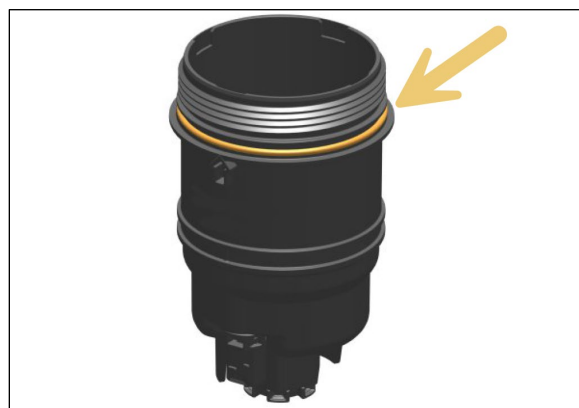

FIGURE 10
9. Installez le nouvel élément filtrant. Positionnez l'élément filtrant de manière que la clé (key) soit alignée avec la rainure (keyway) sur la plaque séparatrice de l'embase (Figure 10). Utilisez la flèche sur le dessus de la plaque d'extrémité (endplate) pour aligner la flèche du filtre. Assurez-vous que l'élément filtrant est complètement assis en poussant fermement sur la plaque d'extrémité. Le filtre ne doit pas tourner librement.